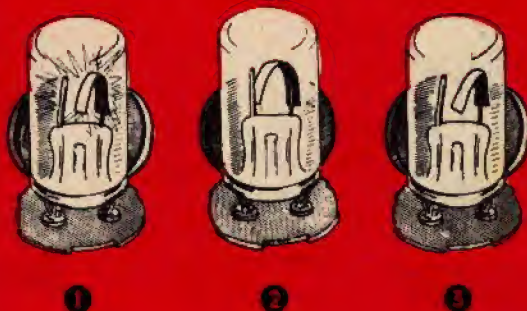

Fig. 2
Fig. 2 - All'interno di uno starter appare una lamina bimetallica, la quale è applicata a ridosso di un elettrodo. Il tutto è racchiuso in un'ampolla di vetro contenente gas raro. Applicando tensione ai terminali, si avrà una scarica attraverso il gas (1) con produzione di calore che agisce sulla lamina bimetallica fino a portarla a contatto dell'elettrodo affiancato (2). Trascorsi alcuni istanti, la lamina si raffredda, riguadagnando la posizione primitiva (3).